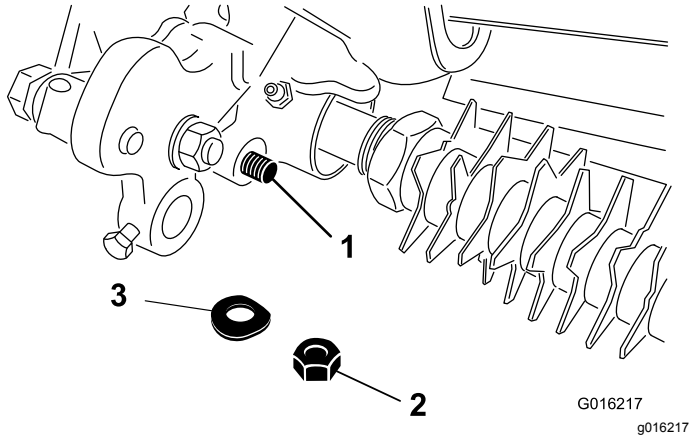

Figura 14
3. Fissate l'estremità dell'asta del gruppo braccio regolatore al gruppo di trasmissione del groomer con la rondella e il dado di bloccaggio rimossi in precedenza (Figura 14).
8. Fissate l'estremità dell'asta del gruppo braccio regolatore al gruppo di trasmissione del groomer con una rondella e un dado di bloccaggio (Figura 14).